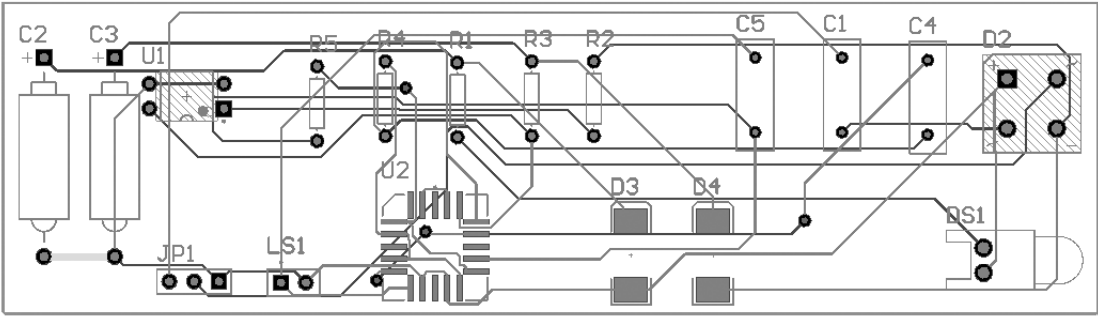

图 16-20 PCB 布线完成
5) 布线进行时在“Messages”（信息）工作面板中会给出布线信息。完成布线后的PCB如图16-20所示。“Messages”（信息）工作面板中的布线信息如图16-21所示。